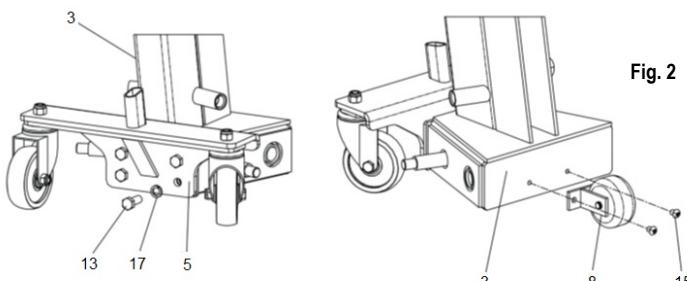

Fig. 2
- Utilizați șurubul (13 - Fig. 2) și șaiba elastică (17 - Fig. 2) pentru a conecta ansamblul roții din spate (5 - Fig. 2) la cadru (3 - Fig. 2). Utilizați șurubul (15 - Fig. 2) pentru a conecta ansamblul roții auxiliare (8 - Fig. 2) la cadru (3 - Fig. 2) și fixați șuruburile.